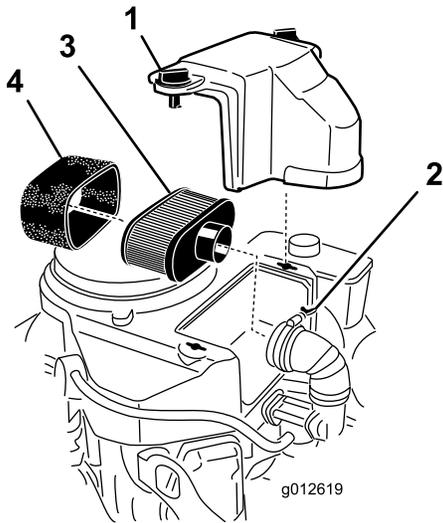

Figura 28
3. Limpie alrededor del limpiador de aire de forma que la suciedad no penetre en el motor y cause daños (Figura 28).
4. Afloje los pomos de la cubierta y retire la cubierta del limpiador de aire (Figura 28).
5. Afloje la abrazadera y retire el conjunto del limpiador de aire (Figura 28).
6. Retire cuidadosamente el filtro de gomaespuma del filtro de papel (Figura 28).
1. Limpie el elemento de papel golpeándolo suavemente para eliminar el polvo. Si está muy sucio, sustituya el elemento de papel (Figura 28).
1. Deslice con cuidado el elemento de gomaespuma sobre el elemento de papel (Figura 28).
2. Coloque el conjunto del limpiador de aire sobre la base del limpiador o la manguera y fíjelo (Figura 28).
3. Coloque en su posición la cubierta del limpiador de aire y apriete los pomos de la cubierta (Figura 28).